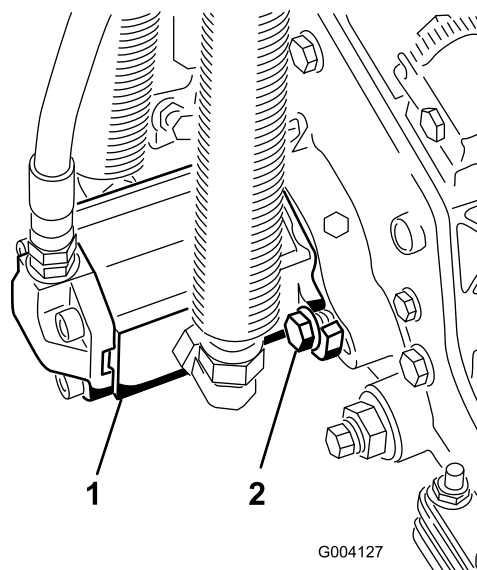

Figura 30
- Instale o motor girando-o no sentido horário para que as flanges do motor passem pelos parafusos (Figura 30).